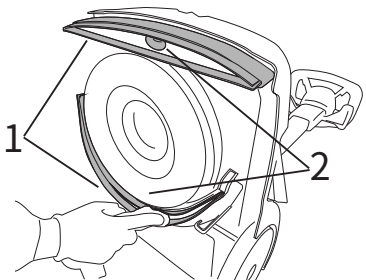

Fig.37
- 湿らせた布で両方のスキージのブレードを拭きます(図37、参照1)。
- 両方のスキージの吸込口をクリーニングします(図37、参照2)。